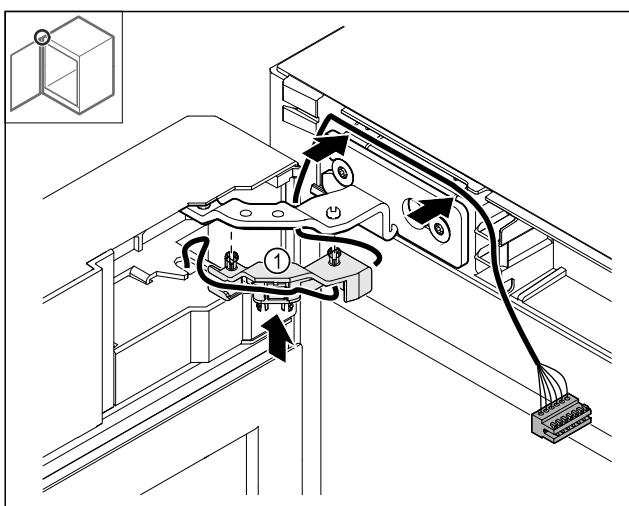

Fig. 49
- Trykk kabelholderen Fig. 49 (1) inn i hengselen.